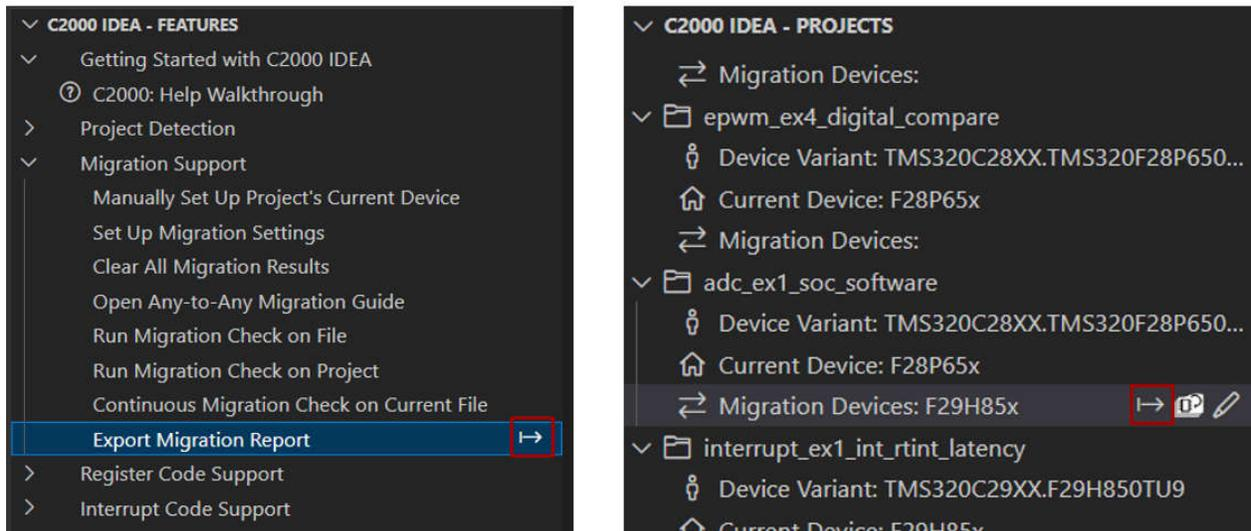

图 3-18. 导出迁移报告 ( 扩展树 )
- b. 单击 C2000 IDEA - 项目 窗格中检测到的项目下的迁移器件旁边的图标，如图 3-18 所示。